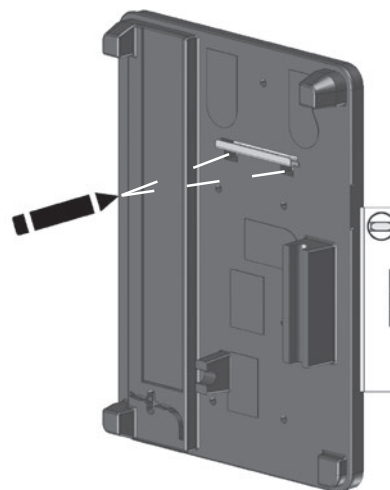
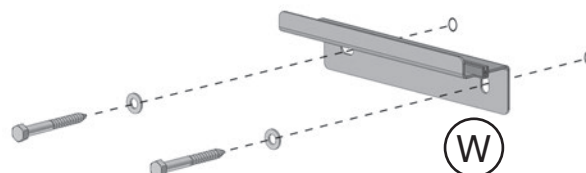

fig. 4.3: Utilice el aislamiento posterior como plantilla de perforación para el soporte de pared.
fig. 4.4: Fije el soporte en la pared
5. Sujete el aislamiento posterior (U) con el soporte de pared en escuadra (W) contra la pared en posición vertical y utilícelo como plantilla de perforación (fig. 4.3)
6. Marque dos agujeros para el soporte de pared en escuadra (W). Retire el aislamiento posterior (U) con el soporte de pared en escuadra (W), taladre los agujeros e introduzca los tacos.
7. Retire el soporte de pared en escuadra (W) del aislamiento posterior (U) y fíjelo a la pared con la ayuda de los dos tornillos M 8 x 70 suministrados y las arandelas (fig. 4.4 en la página 18).